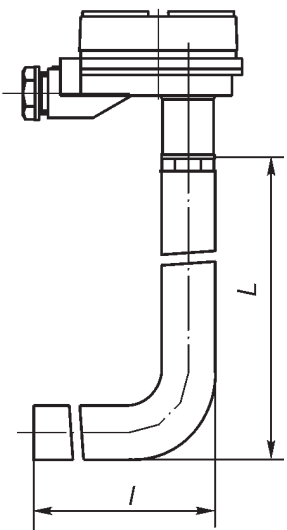

Рис.6*.
* Термопреобразователи **ТХА Метран-201** по рис.6 предназначены также для измерения температуры в ваннах с расплавами металлов и солей, не разрушающих материал защитной арматуры.